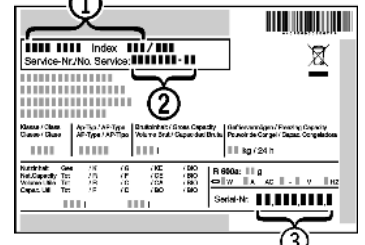

Fig. 56
- ▶ Gerätebezeichnung Fig. 56 (1), Service-Nr. Fig. 56 (2) und Serial-Nr. Fig. 56 (3) vom Typenschild ablesen. Das Typenschild befindet sich an der linken Geräteinnenseite.